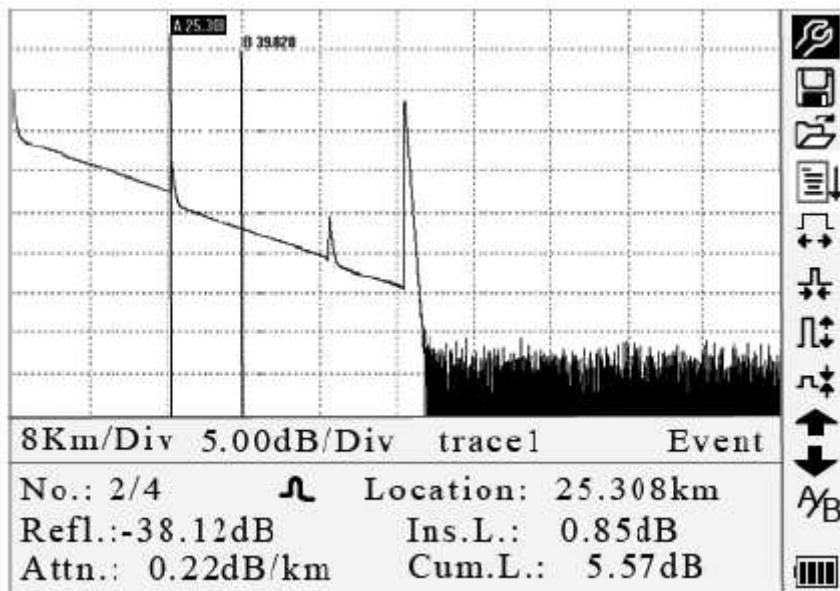
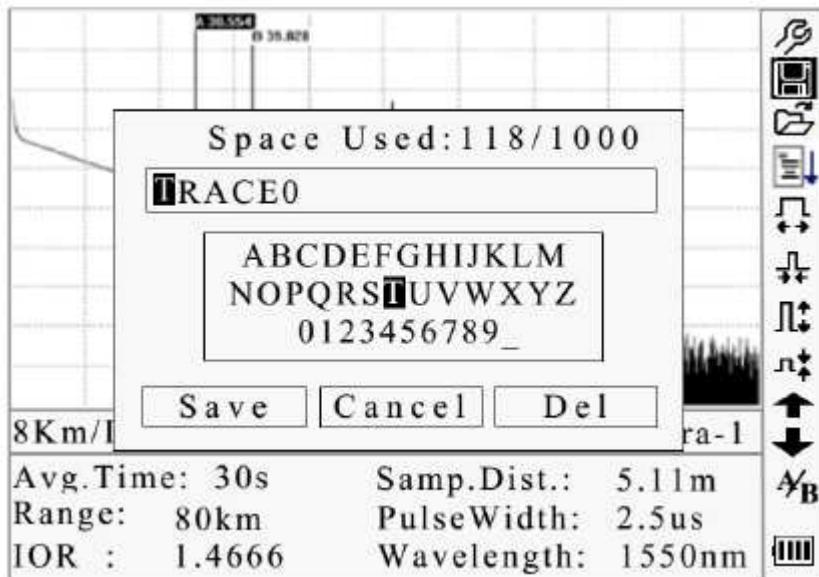
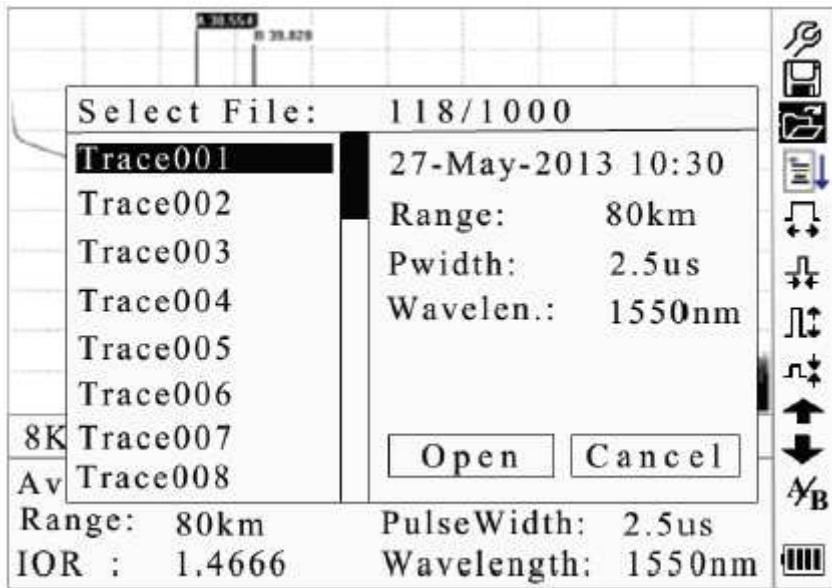

Рисунок 4-4. Рефлектограмма, полученная при измерении
Рисунок 4-6. Сохранение рефлектоограммы
Рисунок 4-7. Поиск сохраненных рефлектоограмм
Нажмайте кнопку в графическом интерфейсе пользователя (рисунок 4-4) для отображения элементов информационного окна в следующем порядке: параметры измерения → информация анализа → список событий → информация о маркерах А/В → информация о волокне → параметры измерения.
Нажмайте кнопку в графическом интерфейсе пользователя (рисунок 4-4), пока в информационном окне не появится список событий.
С помощью кнопок ▲ и ▼ в графическом интерфейсе пользователя (рисунок 4-4) выделите А/В, затем нажмите кнопку Enter для переключения между маркерами А/В.
Для переключения информационного окна на информацию маркеров А/В нажмайте кнопку ↪ в графическом интерфейсе пользователя (рисунок 4-4).
1. С помощью кнопок ▲ и ▼ в графическом интерфейсе пользователя (рисунок 4-4) выделите □, затем нажмите кнопку Enter, чтобы уменьшить масштаб рефлектоGRAMмы по горизонтали.
С помощью кнопок ▲ и ▼ в графическом интерфейсе пользователя (рисунок 4-4) выделите □, затем нажмите кнопку Enter, чтобы увеличить масштаб рефлектоGRAMмы по горизонтали.
1. С помощью кнопок ▲ и ▼ в графическом интерфейсе пользователя (рисунок 4-4) выделите △, затем нажмите кнопку Enter, чтобы уменьшить масштаб рефлектоGRAMмы по вертикали.
С помощью кнопок ▲ и ▼ в графическом интерфейсе пользователя (рисунок 4-4) выделите △, затем нажмите кнопку Enter, чтобы увеличить масштаб рефлектоGRAMмы по вертикали.
1. С помощью кнопок и в графическом интерфейсе пользователя (рисунок 4-4) выделите , затем нажмите кнопку Enter для получения доступа к функции сохранения (рисунок 4-6).
1. С помощью кнопок и в графическом интерфейсе пользователя (рисунок 4-4) выделите , затем нажмите кнопку Enter для подтверждения (рисунок 4-7).